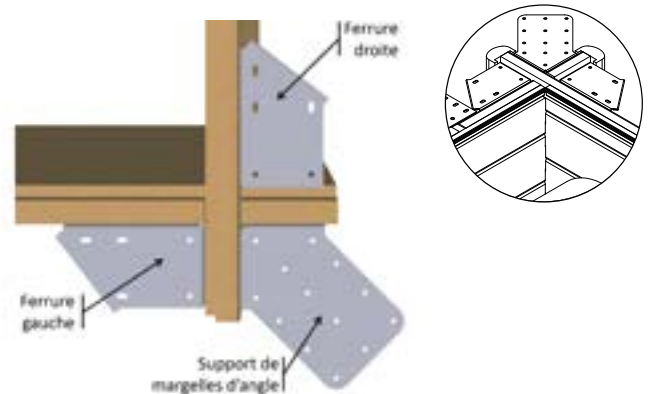

Figure 20 – Mise en place des ferrures dans les angles
- Dans les angles, montez quatre ferrures « droite » et quatre ferrures « gauche », ainsi que quatre supports de margelles d'angle, selon la **Figure 20**. Utilisez 4 vis penture torx 6 × 20 en inox A2 (sachet G) par équerre et 6 vis penture torx 6 × 20 en inox A2 (sachet G) par ferrure, soit un total de 64 vis.